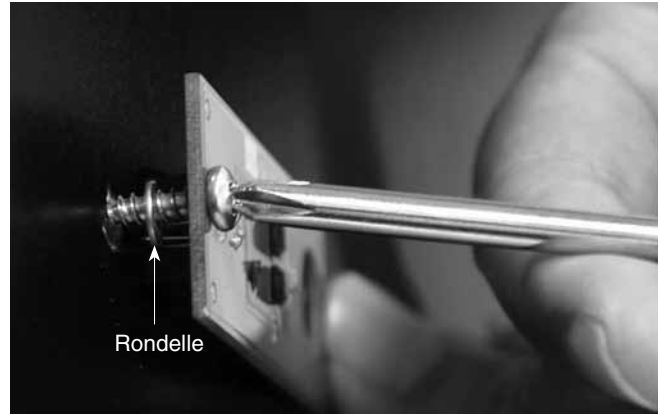
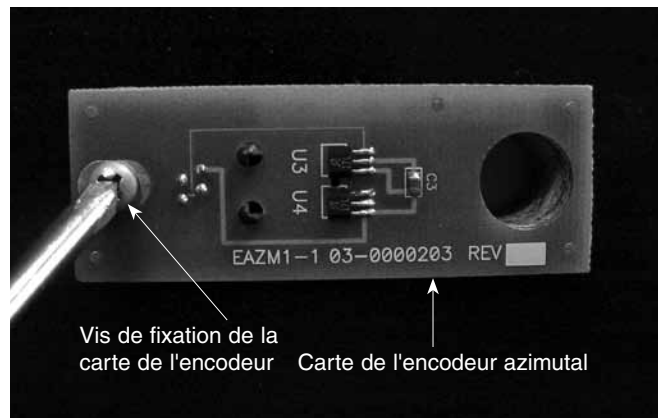

Figure 3a. La rondelle se place entre la carte de l'encodeur azimutal et la plaque supérieure de la base Dobson.
Figure 3b. Installation de la carte de l'encodeur azimutal. Alignez le grand orifice de la carte de l'encodeur avec l'orifice central de la plaque supérieure.
3. Avec les six vis restantes, fixez les deux panneaux latéraux (C) et le panneau avant dans les avant-trous de la plaque supérieure (D). Le côté de la plaque avec l'avant-trou près de la découpe carrée doit être orienté vers le bas. Serrez fermement les six vis.
5. Fixez la carte de l'encodeur azimutal (E) au-dessous de la plaque supérieure (D). Insérez la vis de montage de la carte de l'encodeur à travers la carte et placez la petite rondelle (G) sur la vis (**figure 3a**). Insérez la prise modulaire de la carte de l'encodeur dans l'orifice carré de la plaque et alignez-la de manière à centrer le petit trou allongé de la carte par rapport à l'avant-trou et à placer le grand trou face à l'orifice central de la plaque. Vissez la vis de montage de la carte de l'encodeur dans l'avant-trou à l'aide d'un tournevis cruciforme et serrez-la fermement (**figure 3b**).